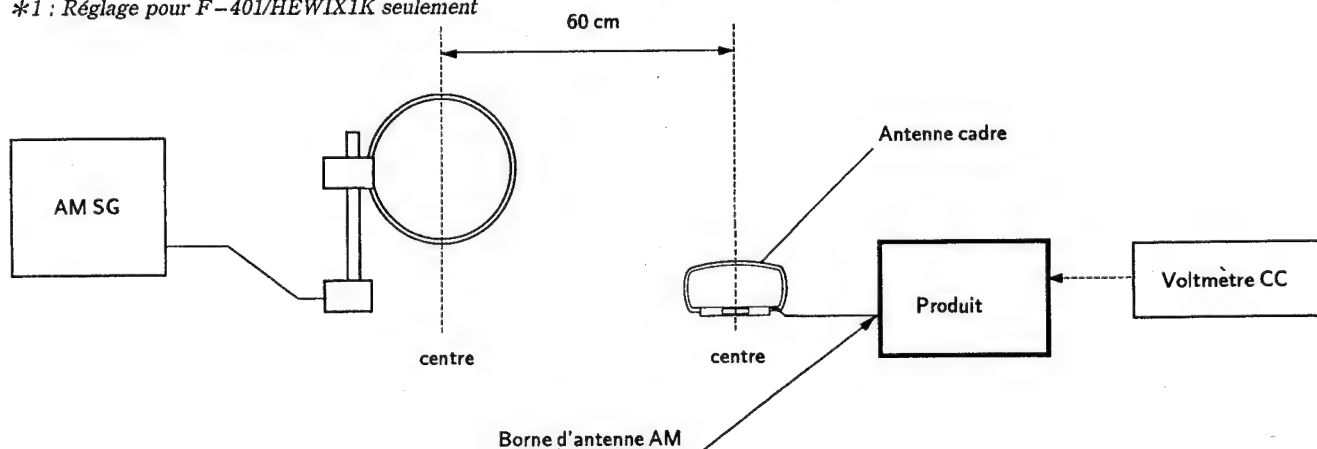

Fig. 4-2 Schéma de connexion de réglage AM
- Raccorder comme indiqué à la Fig. 4-2.